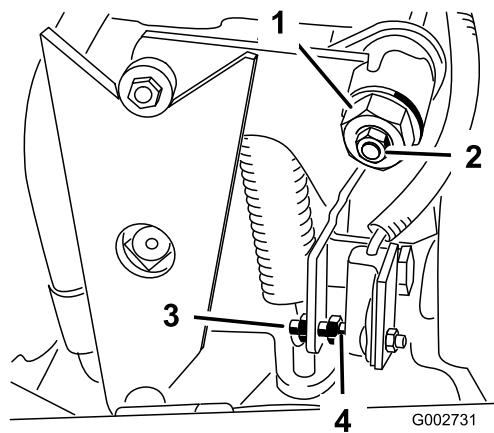

図 33
4. トラクション調整カムのロックナットをゆるめる(図 33)。
5. エンジンを始動し、カム(図 33)を左右に回してニュートラル位置の中心に合わせる。
3. ネジを回して、すき間を  $1.5 \pm 0.8$  mm に調整する(図 33)。